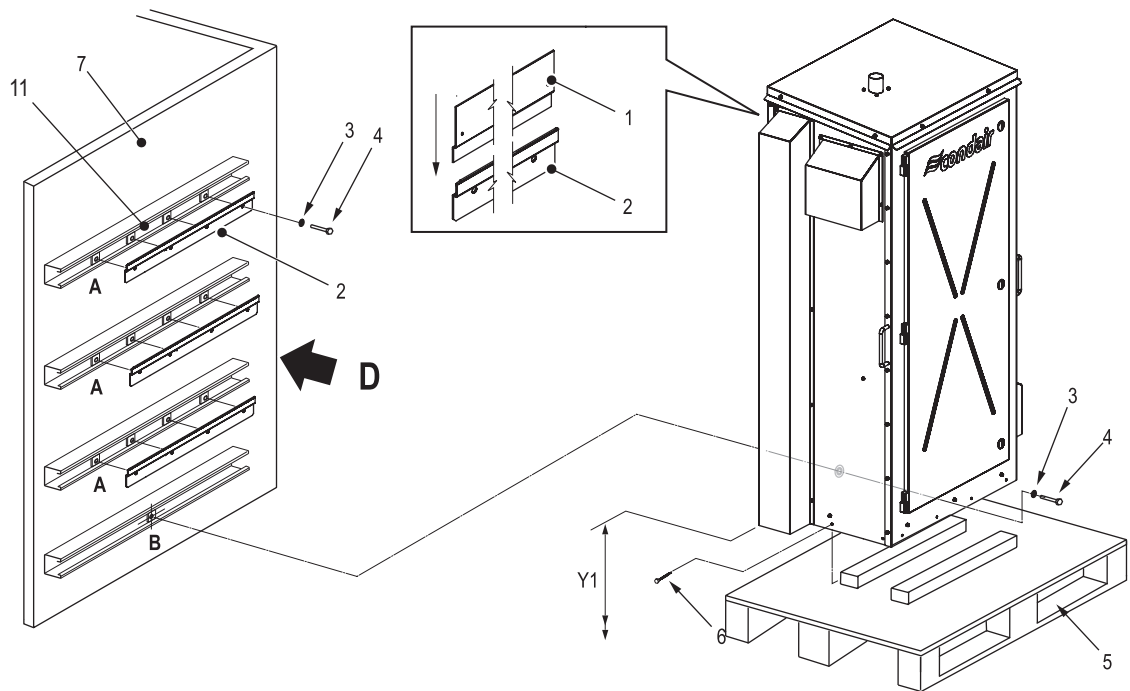

Abb. 12: Montage an Aussenwand
3. Markieren Sie die Befestigungspunkte "A" und "B" an den gewünschten Stellen mit Hilfe einer Wasserwaage. Siehe Abb. 12 und Tabelle 7.
8. Heben Sie den Befeuchter vorsichtig in die Montageposition und richten Sie die Halterungen auf der Rückseite des Befeuchters auf die befestigten Montageschienen aus, wie in Abb. 12 dargestellt. Senken Sie den Befeuchter auf die Montageschienen ab und stellen Sie sicher, dass das Gerät fest sitzt und horizontal ausgerichtet ist.